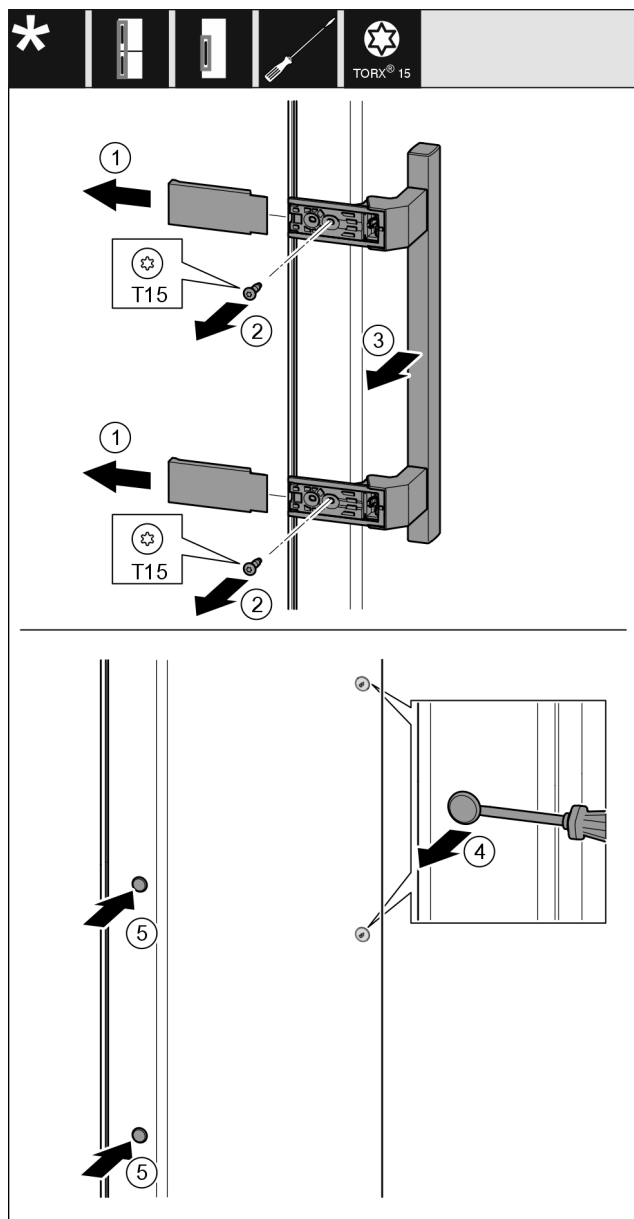

Fig. 34
- Togliere la copertura Fig. 34 (1).
- Estrarre le viti Fig. 34 (2) con un cacciavite.
- Rimuovere la maniglia Fig. 34 (3).
- Sollevare il tappo laterale Fig. 34 (4) con cautela con un cacciavite a intaglio ed estrarlo.
- Reinserire il tappo Fig. 34 (5) sull'altro lato.